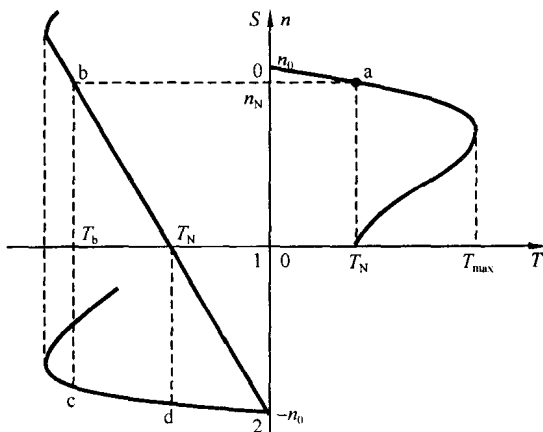

图 5.2 例 5-12 图
**解** 如图 5.2 所示, 电动机进入第二象限的制动特性的 b 点时, 虽然电动机转速仍为额定转速, 但是由于同步转速反向, 转差率的零点转向  $-n_0$  处, 因此, 原来的  $S_a$  到 b 点时成为